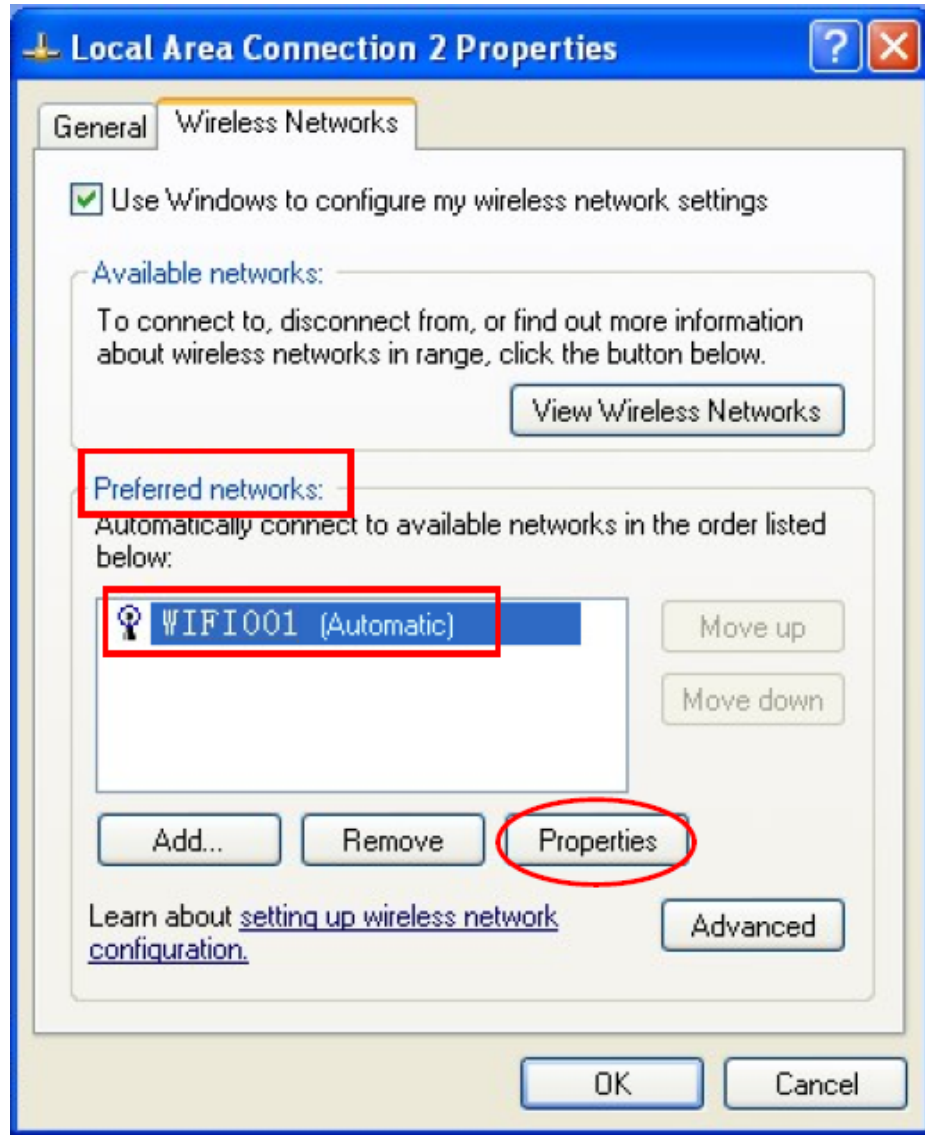

Figura 11
- ④ Seleccione el nombre de la red inalámbrica utilizada en “Preferred networks”, haga click en “Properties” (como se muestra en la Figura 11).